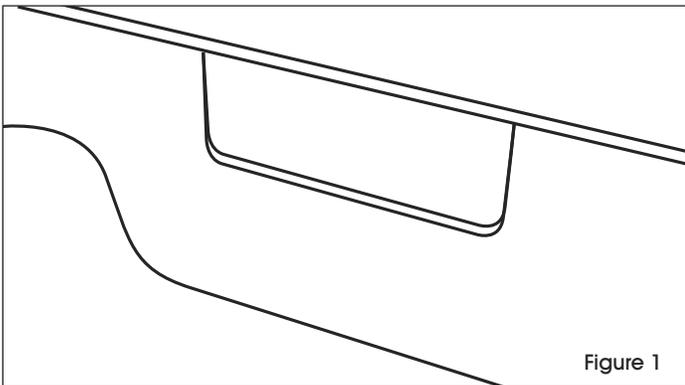

Figure 1
1. Repérez une des zones rectangulaires découpées sur la surface extérieure de la station de travail. (Voir Figure 1) Il s'agit de la zone recommandée pour l'installation des raccords.